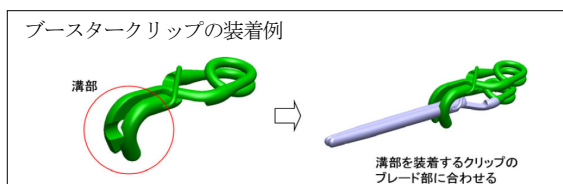

図2
- ・ブースタータイプのブレード部内側には溝が付いています。開鎖力を増加させたいクリップのブレード部にこの溝をしっかりと合わせバネ部が平行になるように装着してください。（図2）
- ・ブースタータイプは、装着するクリップの基部を確実にグリップするよう、バネ部になるべく近いところに掛けてください。不確実なグリップを避けるため、クリップの他の部分には掛けないでください。（図2）